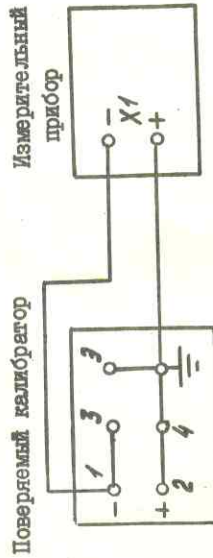

Рис. 12
4.5.6.1. Соберите схему рис. 12